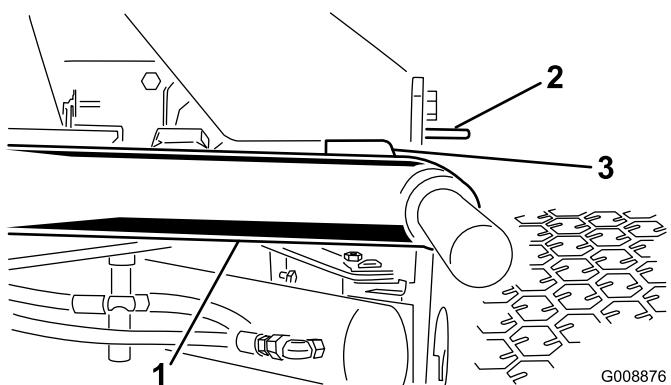

図22
1. エンジンを始動し、カッティングユニットを上昇させ、各昇降アームとフロア・プレート・ブラケットの間のすきまが5~8mmになっていることを確認する（図22）。